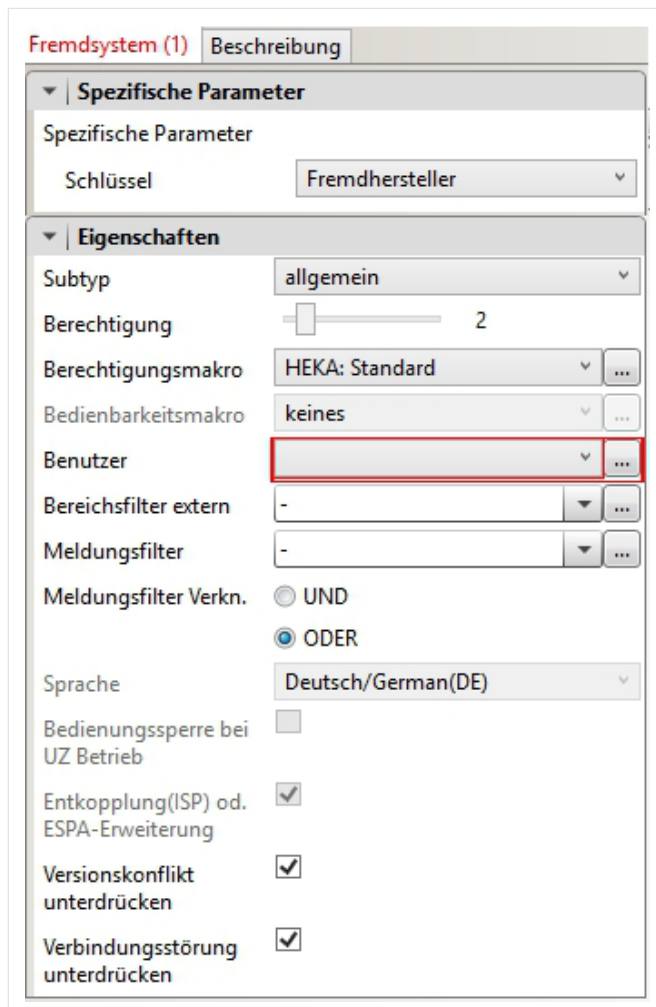

Abb. 12: Einstellung logische Eigenschaften Fremdsystem
- ▶ Im Configurator/Logisch die Einstellungen unter Abb. 12 vornehmen.